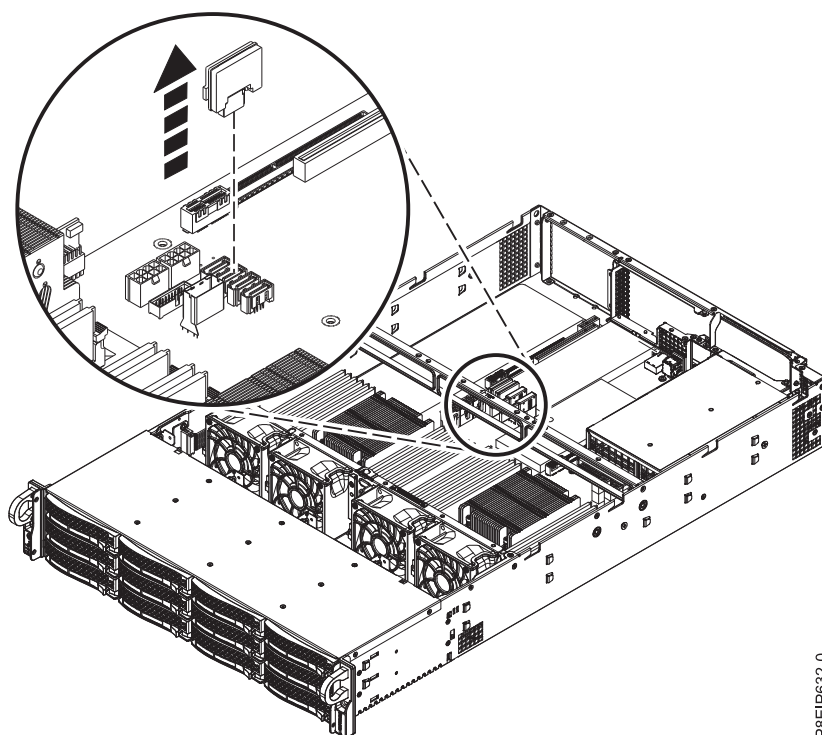

Figure 9. Retrait d'un DOM
2. Retirez le DOM du fond de panier système comme illustré dans la figure 9.